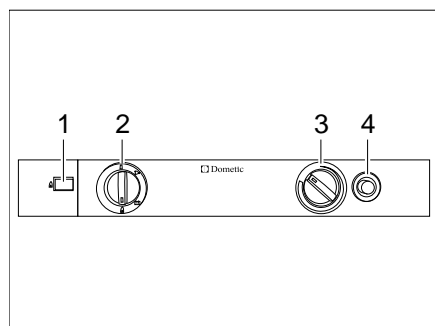

Bild 139 Bedienelemente für den Kühlschrank (Dometic 8er-Reihe)
- Energie-Wahlschalter (Bild 139,2) auf "▲" stellen.
- Drehregler (Bild 139,3) drücken, auf höchste Stufe drehen und gedrückt halten. Warten, bis Gas zum Brenner strömt.
- Gaszündknopf (Bild 139,4) drücken und gedrückt halten. Die Zündung erfolgt automatisch.
- Gaszündknopf (Bild 139,4) gedrückt halten, bis der Flammenanzeiger (Bild 139,1) grün wird, dann loslassen.
- Drehregler (Bild 139,3) noch 10 bis 15 Sekunden gedrückt halten, dann loslassen.
- Energie-Wahlschalter (Bild 139,2) auf "▶" stellen.
- Kühltemperatur mit dem Drehregler (Bild 139,3) einstellen.
- Energie-Wahlschalter (Bild 139,2) auf "■" stellen.